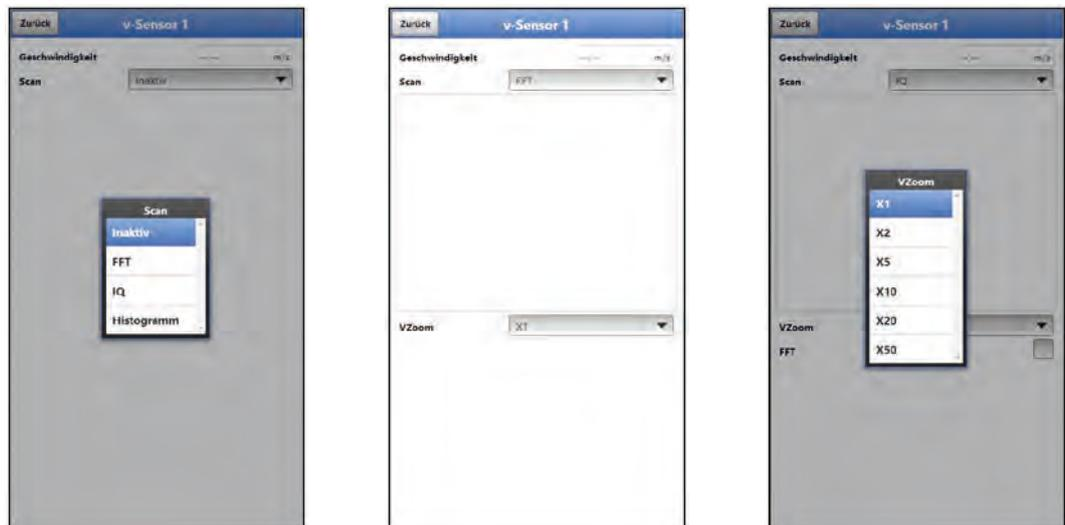

Abb. 50-1 Signalanalyse Auswahlm Menü / FFT / IQ
- **>FFT<** (Abb. 50-1 Bild 2)
>VZoom< der Grafik (Abb. 50-1 Bild 3):